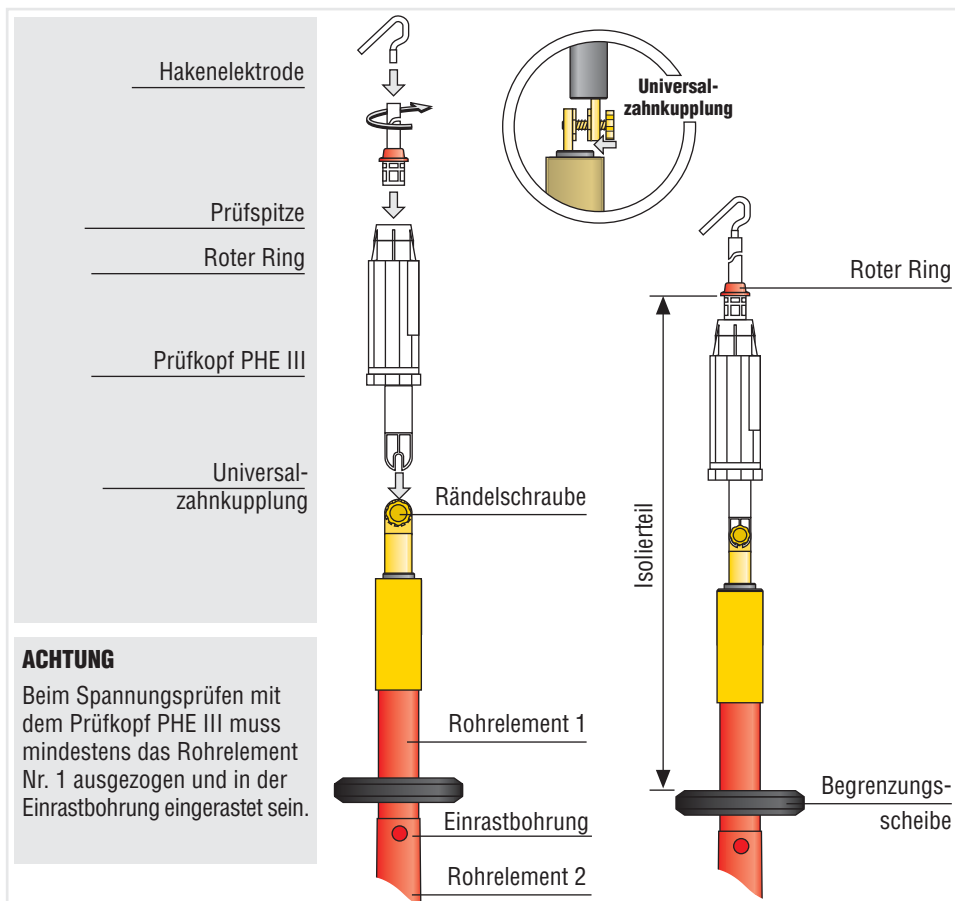

Bild 3.1 Teleskopstange für den Einsatz mit Prüfkopf PHE III
- 3.1.1 Zum Zwecke des Spannungsprüfens in Freileitungsnetzen darf die Isolierstange nur in Verbindung mit dem Prüfkopf PHE III eingesetzt werden. Dabei muss am Prüfkopf PHE III die Prüfspitze der Bauform "**L**" sowie die Hakenelektrode (Art.-Nr. 766 923) verwendet werden (siehe Bild 3.1, Seite 9).
Der Prüfkopf PHE III wird am oberen Ende der Isolierstange mittels der Universalzahnkupplung aufgesteckt und über die Rändelschraube festgeschraubt. (siehe Bild 3.1, Seite 9).